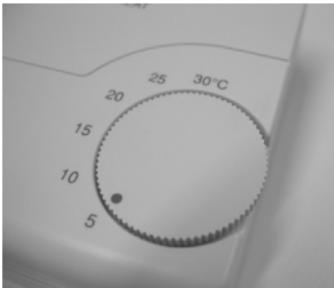

Figure 1
- Mettez le "bouton de réglage de la température" (2) sur +5°. Le bouton rotatif indique la position correcte à l'aide du point noir (voir fig. 1).